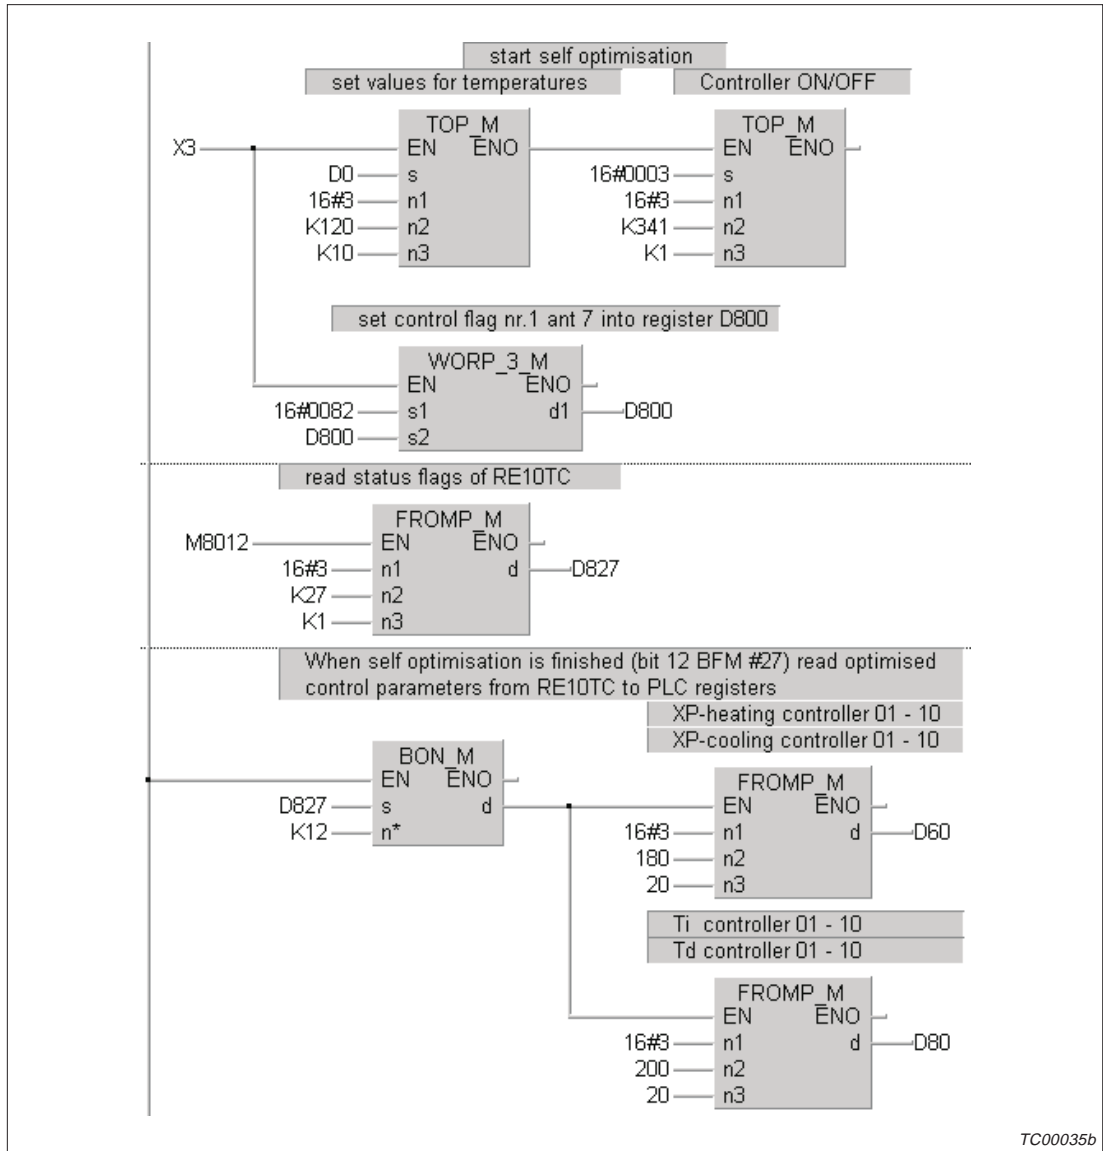

Fig. 5-6: Self optimisation
- Self optimisation (fig. 5-6)